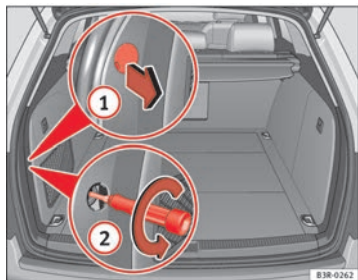
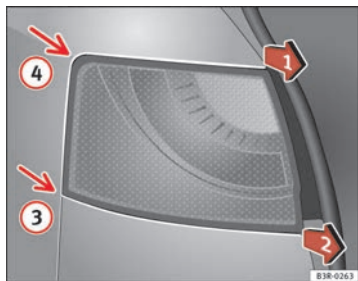

Abb. 224 Gepäckraum:
Abb. 225 Ausbau der
- Hebeln Sie die Abdeckung an der Aussparung ⇒ Abb. 224 (1) mit dem Schraubendreher ab und nehmen Sie die Abdeckung zusammen mit allen Sicherungsbügeln aus der Öffnung.
- Lösen Sie mit dem Schraubendreher die dahinterliegende Schraube im Gegenuhrzeigersinn (Pfeil) (2), und nehmen diese vorsichtig heraus.
- Die Heckleuchte abwechselnd in Pfeilrichtungen ⇒ Abb. 225 Position (1) und (2) ziehen, bis die Heckleuchte sich aus der Aufnahme (Positionen (3) und (4)) löst.